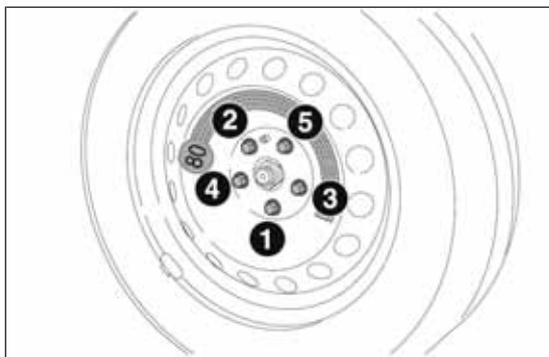

fig. 161
- con la llave A, apretar a fondo los tornillos, pasando alternativamente de un tornillo al diametralmente opuesto, siguiendo el orden numérico ilustrado en fig. 161;